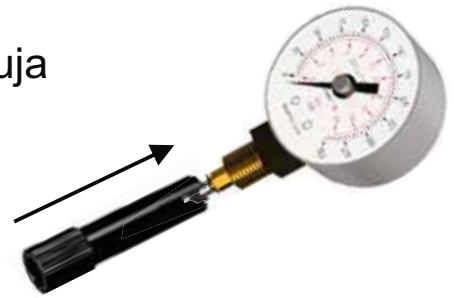

Figura 1
- 3 Coloque el protector de la aguja sobre la aguja con el extremo inferior hacia arriba, orientado hacia el manómetro de la forma mostrada (observe la Figura 1), y empuje la aguja para asegurarse de que encaja herméticamente.